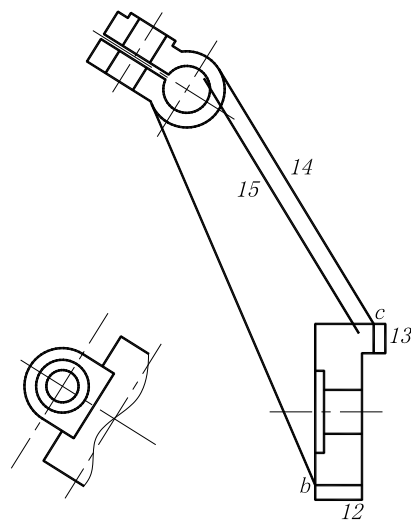

图 7-15 绘制切线
(3) 由切线 14 向左偏移出斜线 15, 如图 7-15 所示。